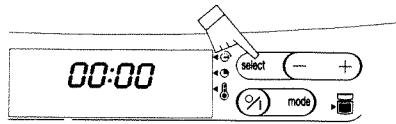

Fig. 1
1. Pulse una vez en la posición «select», (fig. 1). El visualizador parpadea.